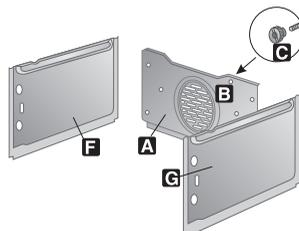

Fig. 2
- Pour replacer la base d'appui de la plaque à pizza, la pousser jusqu'à arriver en butée contre le panneau sur le fond du four et la faire descendre pour qu'elle s'encastre dans la plaquette de la résistance pizza (pièce **A** Fig. 2)
- 5 Extraire les panneaux latéraux « F » et « G » (fig. 2) ;
- 6 Extraire le panneau arrière « A » après avoir dévissé la bague filetée « C » (fig. 2) ;